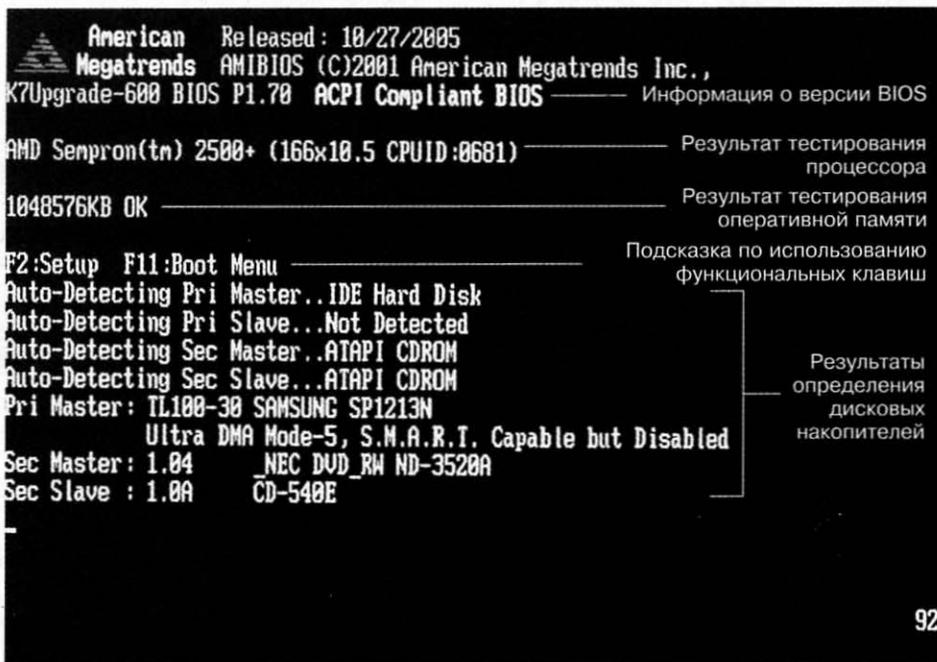

Рис. 2.2. Сообщения процедуры POST (фотография экрана с поясняющими надписями)
6. Тестирование процессора и оперативной памяти. Результаты обычно выводятся на экран (рис. 2.2).
8. Инициализация дисковых накопителей. Сведения об обнаруженных устройствах обычно выводятся на экран (см. рис. 2.2).